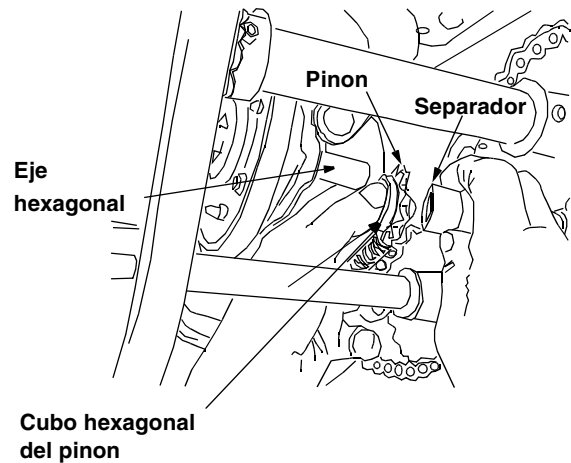

**Figura 34**
- Inserte la clavija del conjunto del brazo de cambios dentro del conjunto de la rueda de fricción y mantenga el conjunto en posición. Vea la Figura 34.